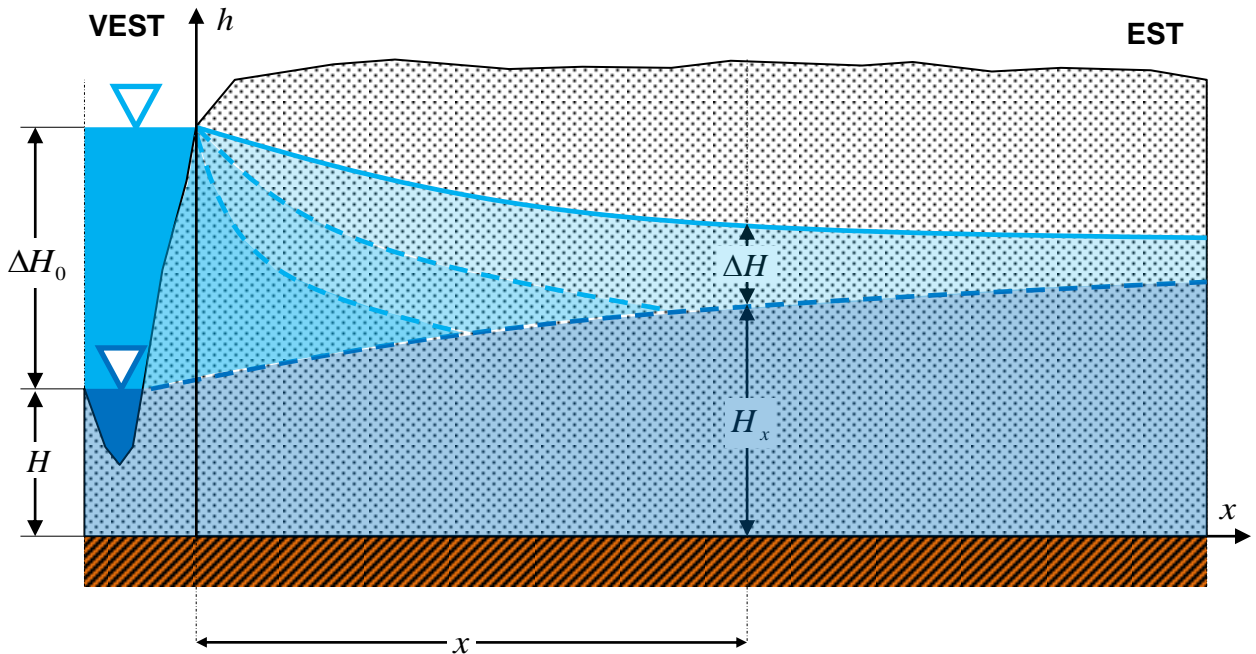

Fig.3. Condițiile pe contur pentru curgerea unidimensională nestaționară și conservativă în acviferul cu nivel liber
- condițiile pe frontiere pentru integrarea ecuației curgerii **nestaționare, unidimensionale și conservative (Fig.3)**:
Pentru aceste simplificări, **soluția** ecuației **curgerii unidimensionale, nestaționare pentru un acvifer cu nivel liber** din lunca unui râu (**Fig.3**) este:
Datele necesare evaluării parametrilor acviferului și prognozei evoluției sarcinii piezometrice se obțin pe baza unui program de monitorizare în care se măsoară (**Fig.3**):